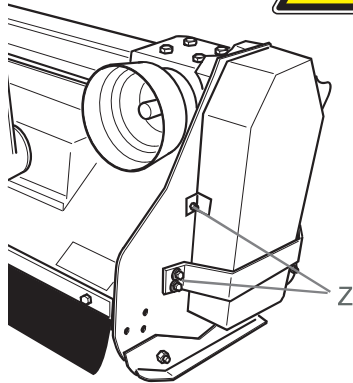

Fig. 41
1. カバー保護とベルト保護カバー（ケーシング）をネジZを緩めて取り外します（図41）。
2. 増速機サポートの取り付けボルトHを緩めます（図41）。